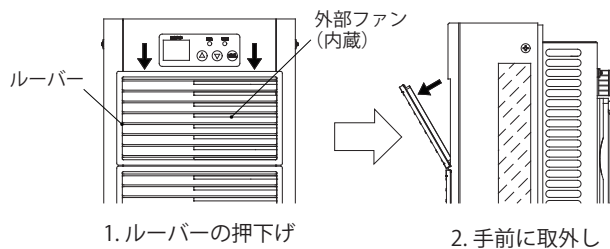

図8 ルーバー取外手順
1. ルーバーの上側を押下げて(1mm程度)、ルーバーを手前に取外してください。(図8)